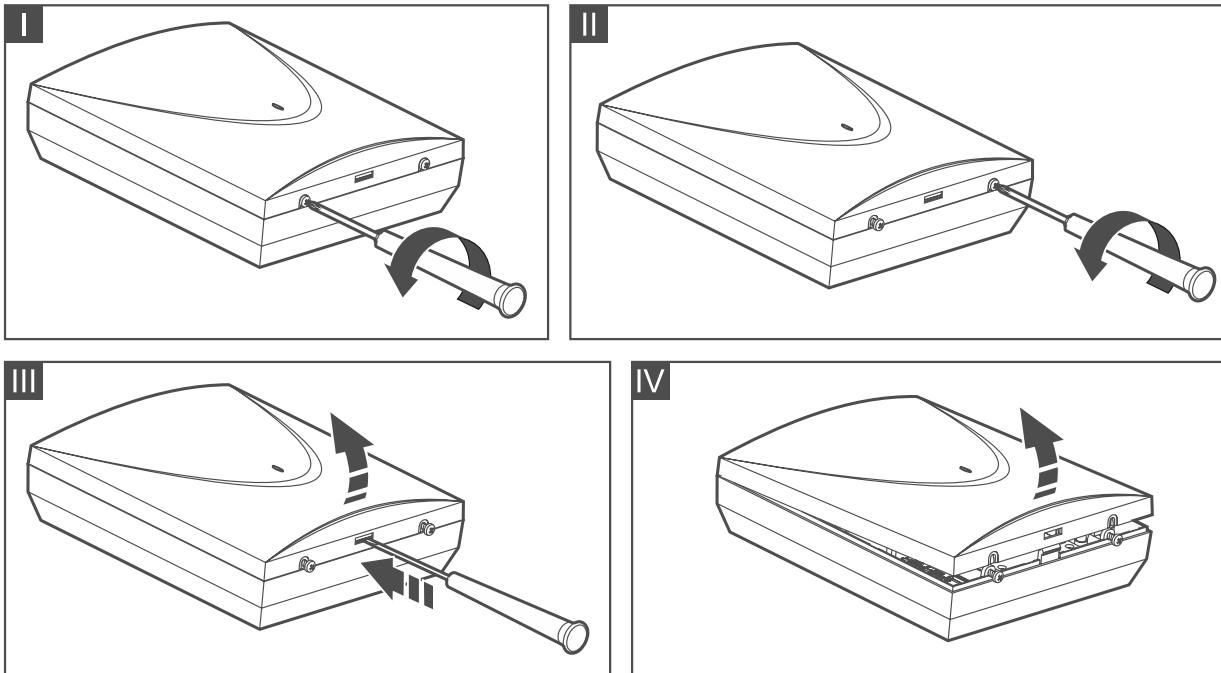

Рис. 1. Открытие корпуса ОПУ-2В.
1. Слегка выкрутите шурупы, которыми крепится крышка корпуса, и снимите крышку (рис. 1).